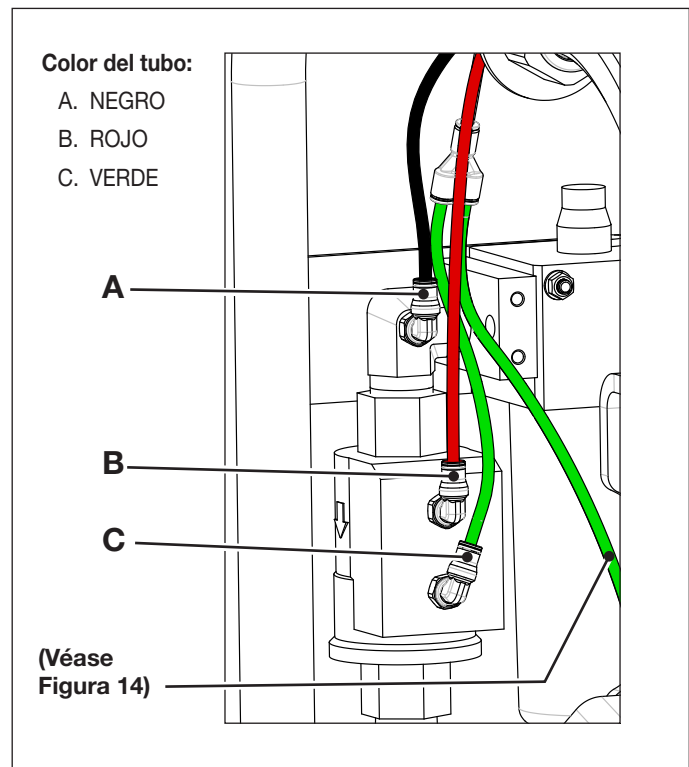
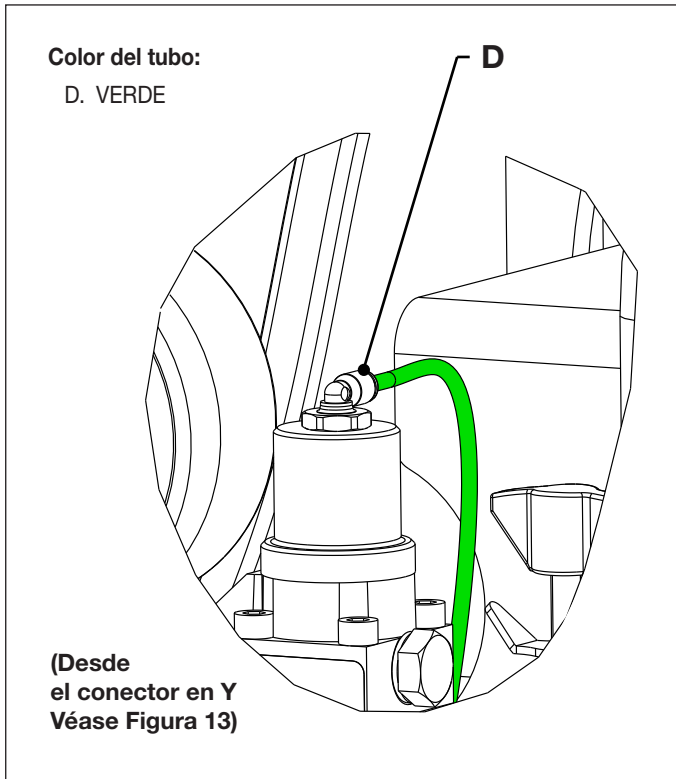

Figura 13: Conexiones del tubo de aire - válvula lógica de control de aire.
Figura 14: Conexión del tubo de aire - Válvula de control hidráulica
3. Desconecte los tubos de aire de la bomba en los puntos "A", "B", "C" y "D" como se muestra en la Figura 13 y la Figura 14.
23. Vuelva a conectar los tubos de aire de la bomba en los puntos "A", "B", "C" y "D". Véase Figura 13 y Figura 14.